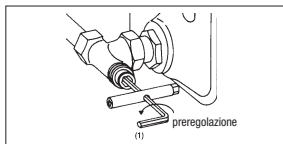

Fig.4 Prerogolazione del detettore a servizio del radiatore
3. Ora prerregolare l'otturatore conico con una chiave esagonale CH 6 (6mm) (1) ruotando in senso antiorario a seconda del numero di giri selezionati sul diagramma (Fig.4).